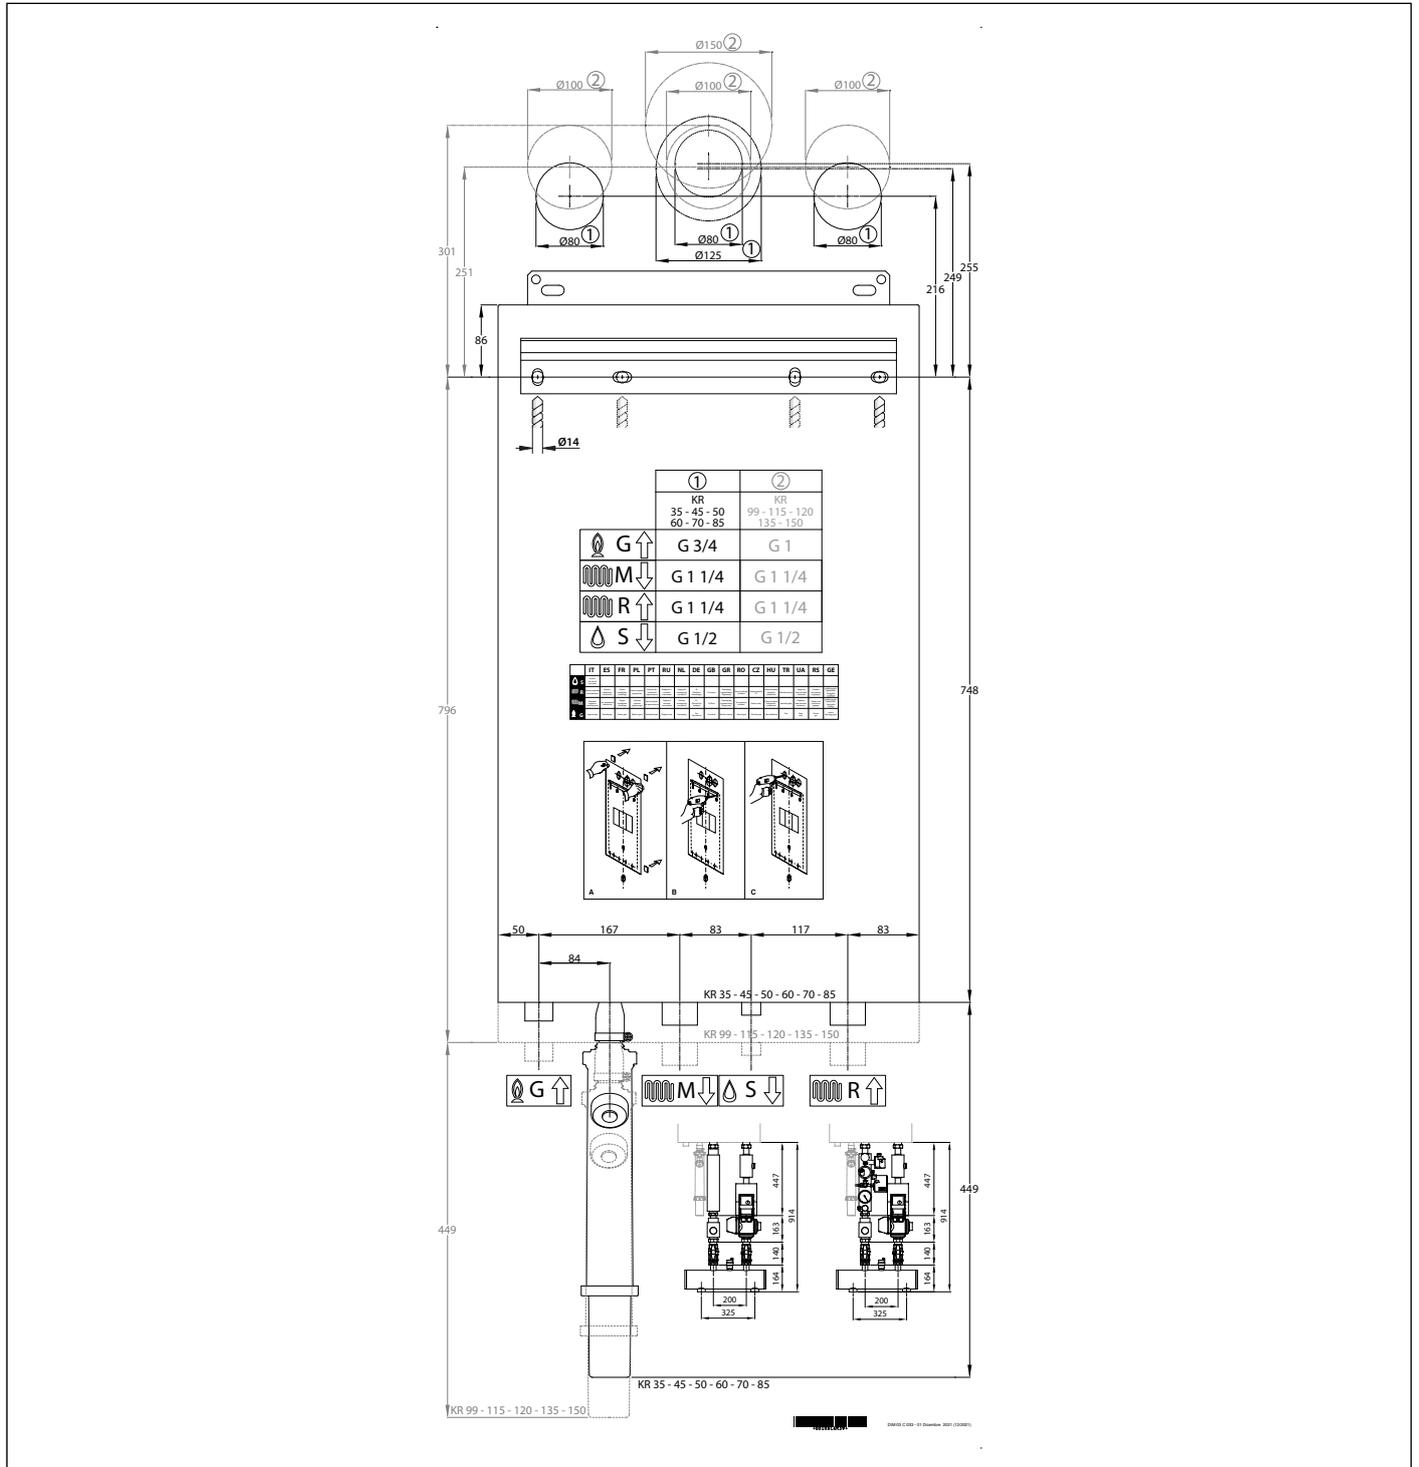

图7 纸质安装模板
- 壁挂炉墙壁固定安装模板（参见图7纸质安装模板）。
壁挂炉在其包装中包含了一张纸质安装模板（参见图7纸质安装模板）。